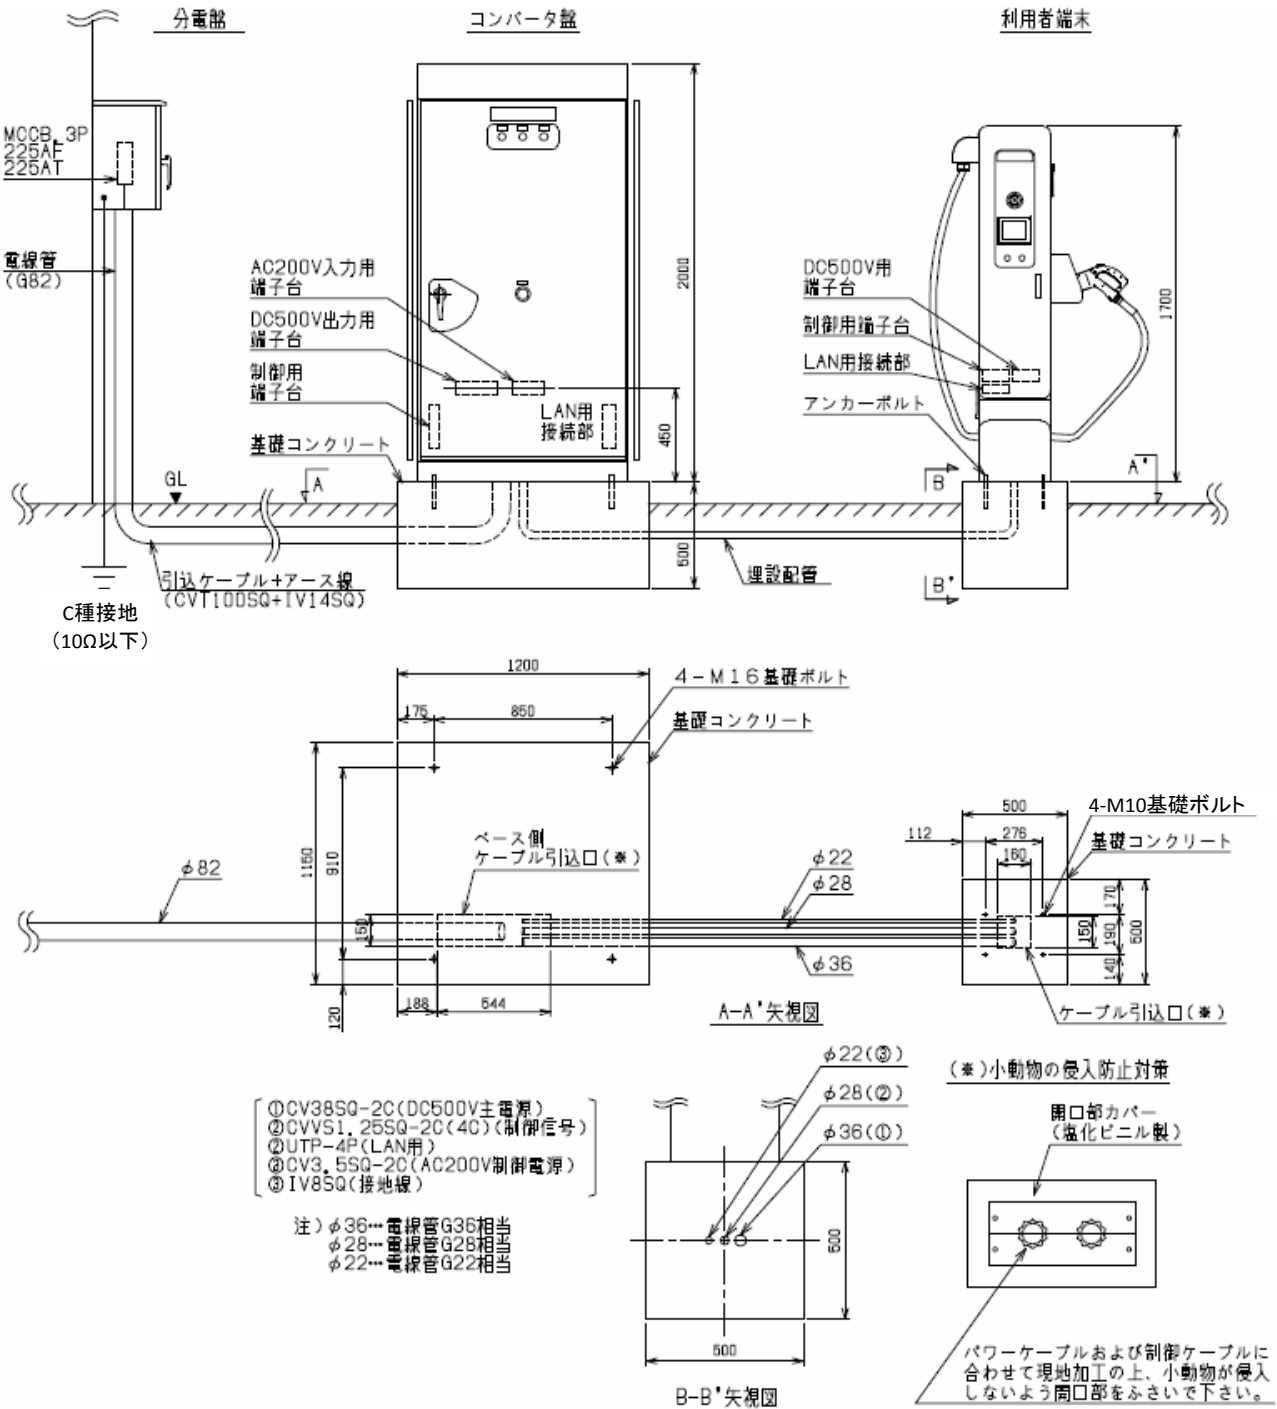

図5 コンバータ盤と利用者端末の施工例1
(1) 装置を設置する際は、図5のように基礎コンクリートの上に据付けてください。